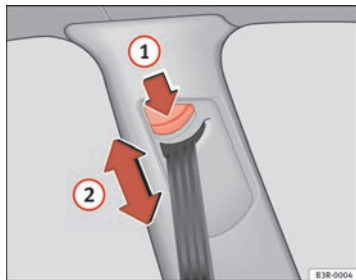

Abb. 16 Gurthöheneinstellung (Umlenkeschlag)
- Drücken Sie die Taste ⇒ Abb. 16 ① der Gurthöhenverstellung.
- Verschieben Sie den Umlenkeschlag nach oben bzw. unten, bis der Schultergurteil ungefähr über die Schultermitte – **keinesfalls über den Hals** – verläuft ⇒ Abb. 16 ②, ⇒ ⚠ in „Gurtbandverlauf“ auf Seite 26.